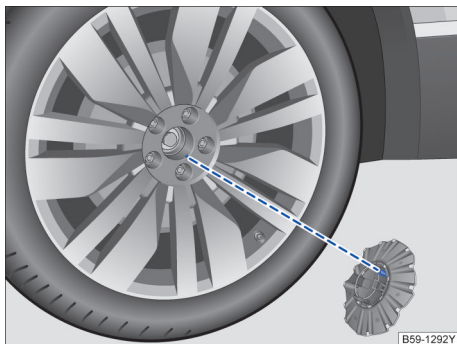

图 232 安装车轮螺栓的盖罩
- 车轮饰盖背面有定位销结构，铝车轮中心孔处有定位孔结构，两者要配合在一起才能保证车轮饰盖正确安装→图 232。